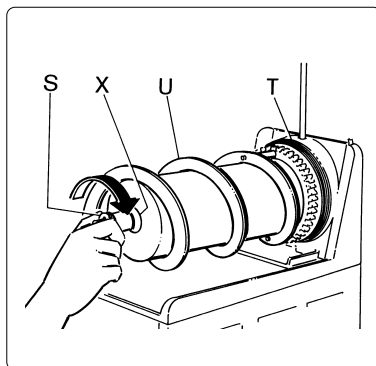

Fig. 14
- d) Dévissez le pommeau de fixation (S) dans le sens de la flèche (filetage à gauche) et retirez le groupe qui sert à mélanger le produit (U) ainsi que les joints d'étanchéité (X) et (T) (voir la fig. 14).